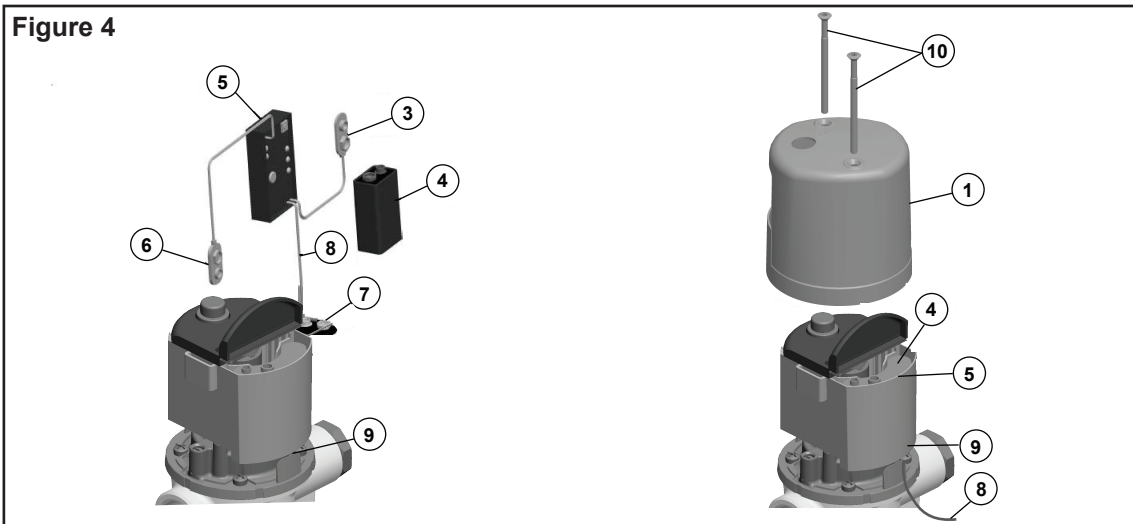

Figure 4
- 2** Attach shorter snap connector (3) of converter to 9V battery (4), see Figure 4.
Branchez le connecteur à boutons-pression plus court (3) du convertisseur à la pile 9V (4) (voir la figure 4).